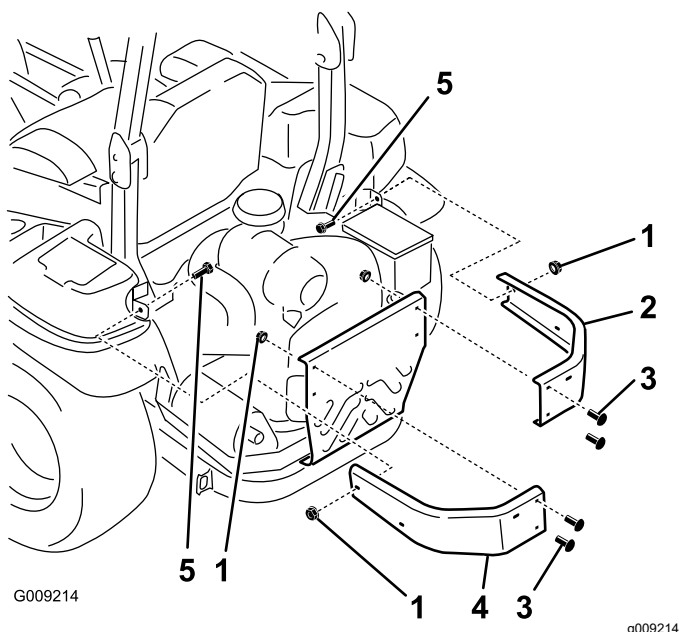

Figura 4
1. Retirez les écrous et les boulons qui fixent les pare-chocs latéraux sur la machine (Figura 4).
2. Montez les nouveaux pare-chocs gauche et droit à l'aide de 2 boulons de carrosserie ($\frac{3}{8}$ x $1\frac{1}{4}$ po), 4 des boulons de carrosserie retirés précédemment et 6 écrous à embase ($\frac{3}{8}$ po), comme montré à la Figura 4.